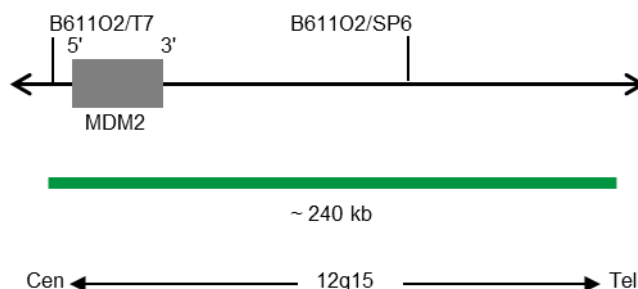

Fig. 1: SPEC MDM2 Mapa da sonda (não à escala)
- Polinucleótidos marcados com digoxigenina (~1,1 ng/μl), que têm como alvo sequências mapeadas em 12q15* (chr12:69,190,708-69,430,185) que albergam a região do gene MDM2 (ver Fig. 1).